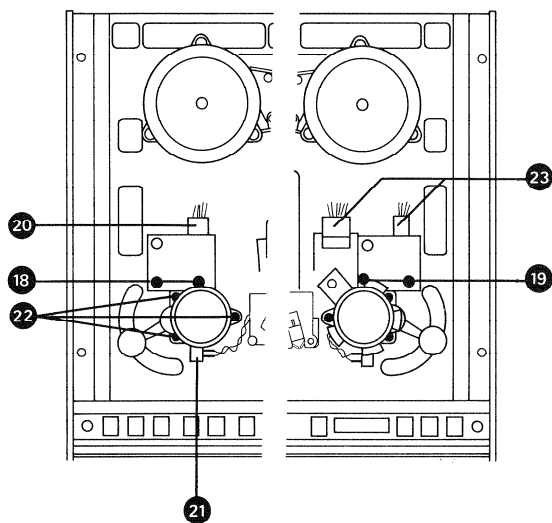

Fig. 2.7.-1
### 2.7. Bandzugwaageprints ausbauen (Fig. 2.7.-1)
- Steckverbindung (20) (Fig. 2.7.-1) lösen.
- 2 AMP-Stecker (21) lösen.
- 3 Schrauben (22) (Fig. 2.7.-1) lösen.
### 2.7. Removing the tape tension sensor prints (fig. 2.7.-1)
- Remove connector (20) (fig. 2.7.-1).
- Remove 2 AMP plugs (21).
- Remove three screws (22) (fig. 2.7.-1).